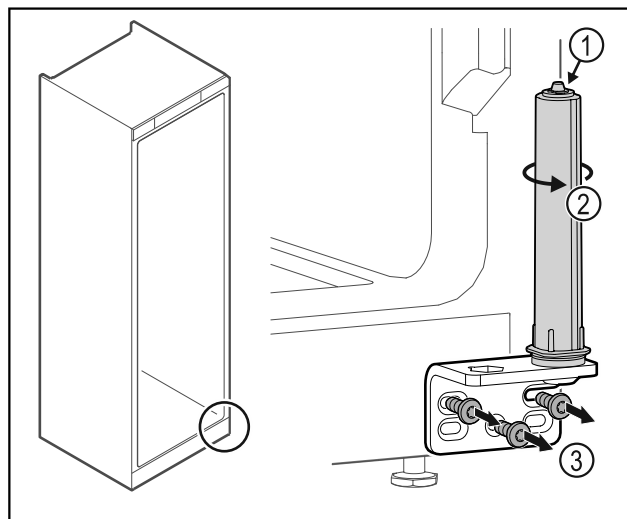

Fig. 45
- ▶ Ne szedje szét az ajtó zárrendszert Fig. 45 (1).
- ▶ Forgassa el a zárrendszert Fig. 45 (2), amíg az be nem kattan.
- ▶ Csavarozza le a csuklópántot Fig. 45 (3).